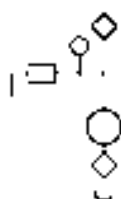
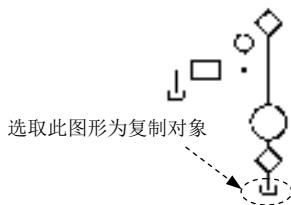

图 17.8.15 绘制直线 (三)
图 17.8.16 复制图形 (二)
(8) 绘制直线。
① 切换图层。在“图层”面板中，选择“轮廓线层”图层。
② 用 **绘图(U)** → **直线(L)** 命令，选取矩形的左边线中点为起点，绘制水平长度值为 17、垂直长度值为 24 的直线 (图 17.8.15)。
(9) 复制图形。
① 确认状态栏中的 **正交模式** 按钮处于关闭状态，**极轴捕捉** 按钮处于显亮状态。
② 选择下拉菜单 **修改(M)** → **复制(C)** 命令，选取 Step1 中的步骤(1)绘制的直线(一)为复制对象并按 Enter 键，选取水平直线的中点为基点，将其放置在图 17.8.16 所示的位置。